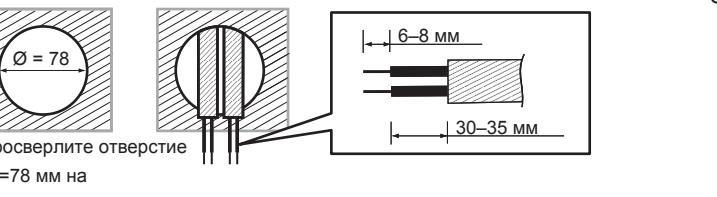

Рис. 9
- 3.4.2.1 Чтобы установить датчик, просверлите отверстие диаметром 78 мм в потолочной плате и держите кабель питания снаружи. Зачистите изоляцию кабеля на 6–8 мм для подключения (см. рис. 9).